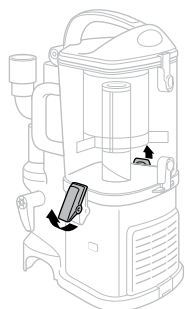

Fig. 17
- 1 Défaire les taquets sur les côtés du récipient à poussière en les soulevant vers le haut et l'extérieur pour retirer le récipient à poussière de la base du moteur. **(Fig. 17)**